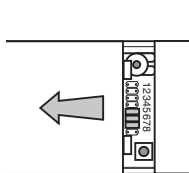

Figure 1
1. Retirez le couvercle du compartiment à piles de l'émetteur prolongateur en appuyant dessus avec le pouce, puis en le faisant glisser comme illustré dans la Figure 1.